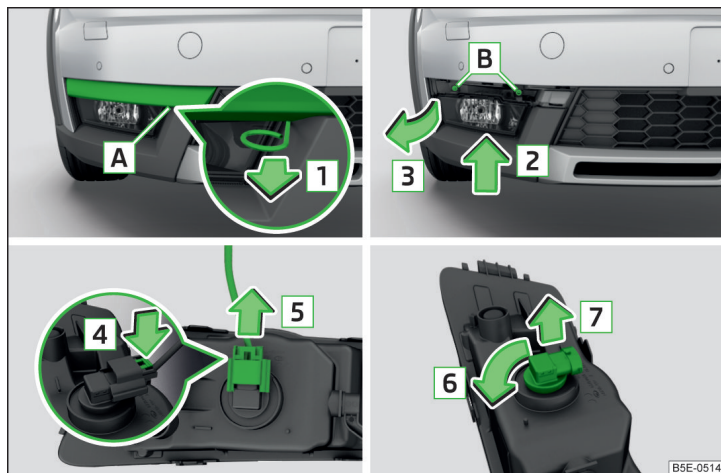

Fig. 224 Desmontar el faro antiniebla / Cambiar la bombilla - variante 2
- Introducir en la apertura **A** » fig. 224 el estribo para retirar los tapacubos integrales » página 221, *Equipo de herramientas a bordo*.
- Monte el faro antiniebla en sentido contrario al de la flecha **3** » fig. 224 y enrósquelo.